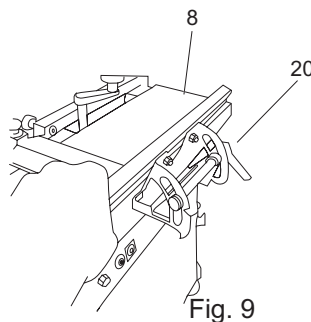

Fig. 9
- > Vuelva a apretar la palanca de bloqueo (20) para asegurar la guía paralela (8). (Fig. 9)